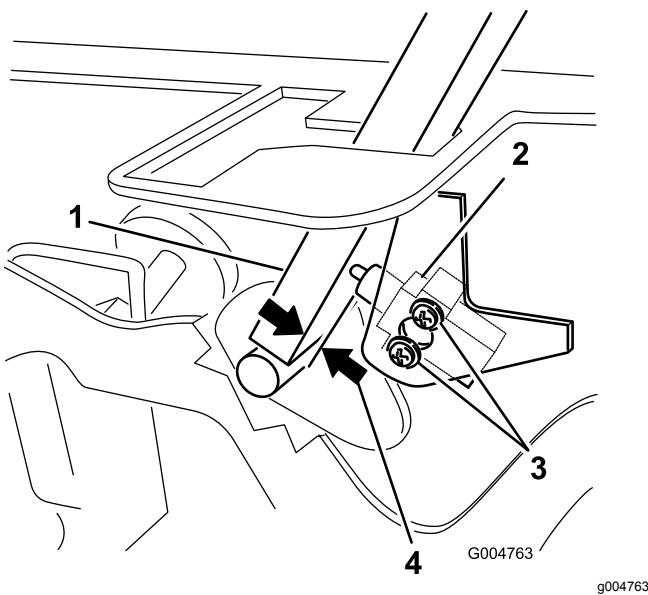

Figura 70
3. Afloje los 2 tornillos que fijan el interruptor de seguridad (Figura 70).
4. Sujetando la palanca de control contra el bastidor, mueva el interruptor hacia la palanca hasta que la distancia entre la palanca y el cuerpo del interruptor sea de 0.4 a 1 mm (de 0.015" a 0.045") como se muestra en Figura 70.